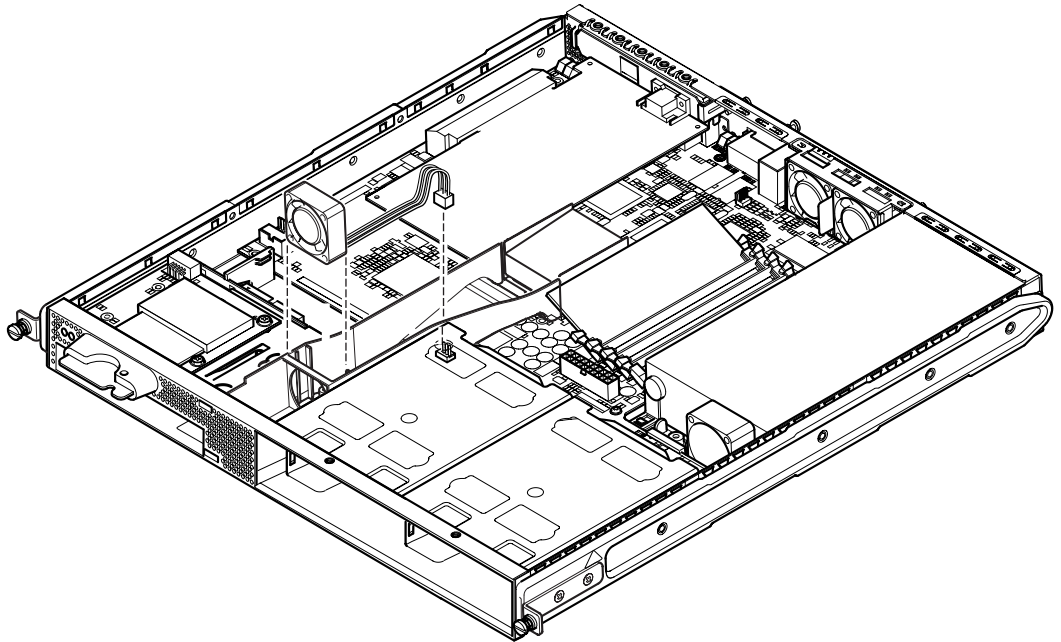

FIGURA 11-11 Desconexión del cable de alimentación del ventilador 3 y extracción del ventilador
2. Cíñase una muñequera antiestática de conexión a tierra, abra el servidor, colóquelo en una almohadilla para descargas electrostáticas y desconecte el cable de alimentación del ventilador 3 (consulte la FIGURA 11-11).